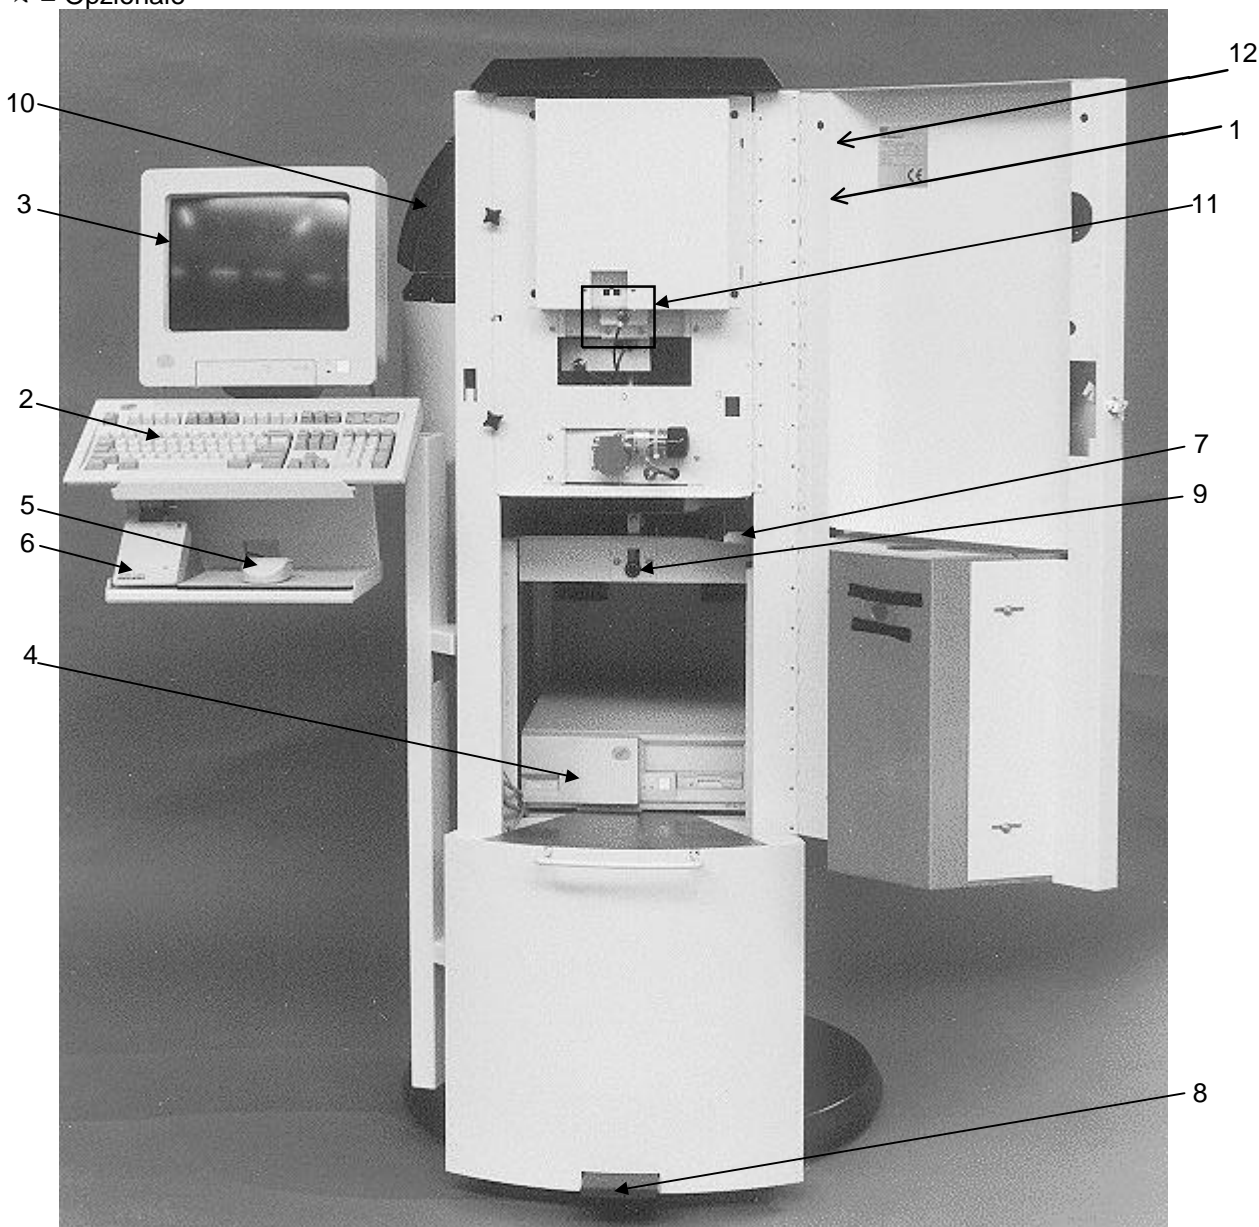

figura 10
Vedere figura 10 (gli elementi tratteggiati si trovano all'interno della macchina)
1. Mettere l'interruttore principale (rosso) (vedere figura 10, numero 1) nella posizione . *Si consiglia di lasciare acceso tale interruttore giorno e notte. Ciò è necessario per il sistema automatico di mescolamento. Inoltre si ottiene un'usura inferiore della macchina.* Quindi anche metterà l'interruttore verde (vedere figura 10, numero 12) nella posizione . Il computer sarà attivato. Alle fine del giorno potete spegnere quest'interruttore.